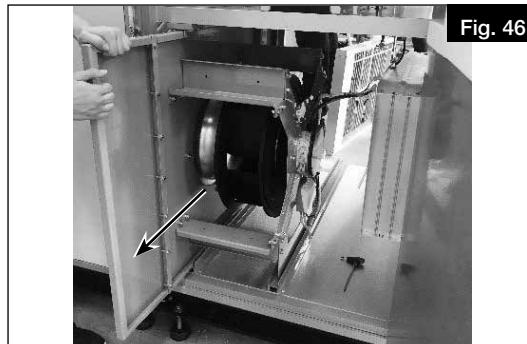

Fig. 46
4. Démonter le ventilateur lentement et délicatement (voir Fig. 46).